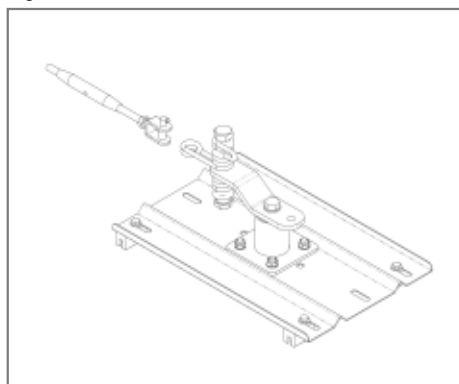

Figura 4
- Tendere il cavo d'acciaio e installare il secondo punto di estremità [Figura 4].